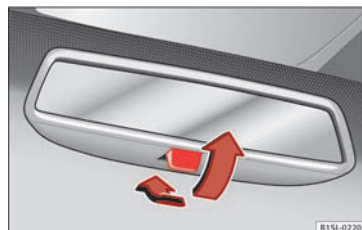

Fig. 50 Bakspejl med manuel afblænding
- For at afblænde spejlet skal du trække armen bagud » Fig. 50.